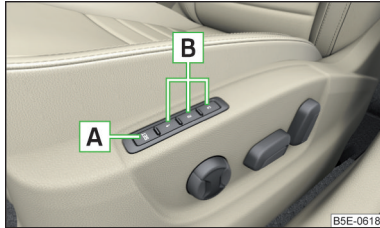

Abb. 85
Unter den Speichertasten **B** am Fahrersitz kann jeweils eine Einstellung der Fahrersitz- und Außenspiegelposition gespeichert werden » Abb. 85.
- Die Taste **SET** **A** » Abb. 85 drücken und anschließend innerhalb von 10 s die gewünschte Speichertaste **B** drücken. Das Speichern wird mit einem akustischen Signal bestätigt.
- Die Zündung einschalten und die gewünschte Speichertaste **B** » Abb. 85 drücken.